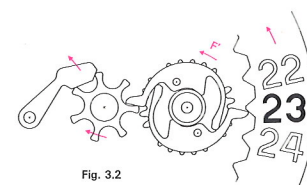

Fig. 3.2
3.2 Rotation dans le sens normal (figure 3.2)